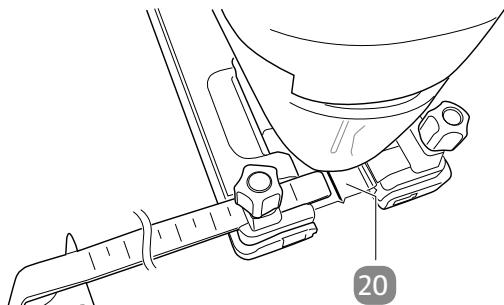

Abb. 1
- Stellen Sie den Abstand ein, indem Sie die gewünschte Zentimeter Anzahl auf dem Parallelanschlag über der roten Linie 20 ausrichten (siehe Abb. 1).
- Zeichnen Sie zunächst eine gewünschten Linie auf dem Werkstück ein, nach der Sie sich richten können. Mithilfe der roten Linie zwischen den Festschrauben (siehe **Abb. 1**, Seite 19), können Sie die Säge entlang Ihrer eingezeichneten Linie führen, um das Werkstück präzise zu sägen.